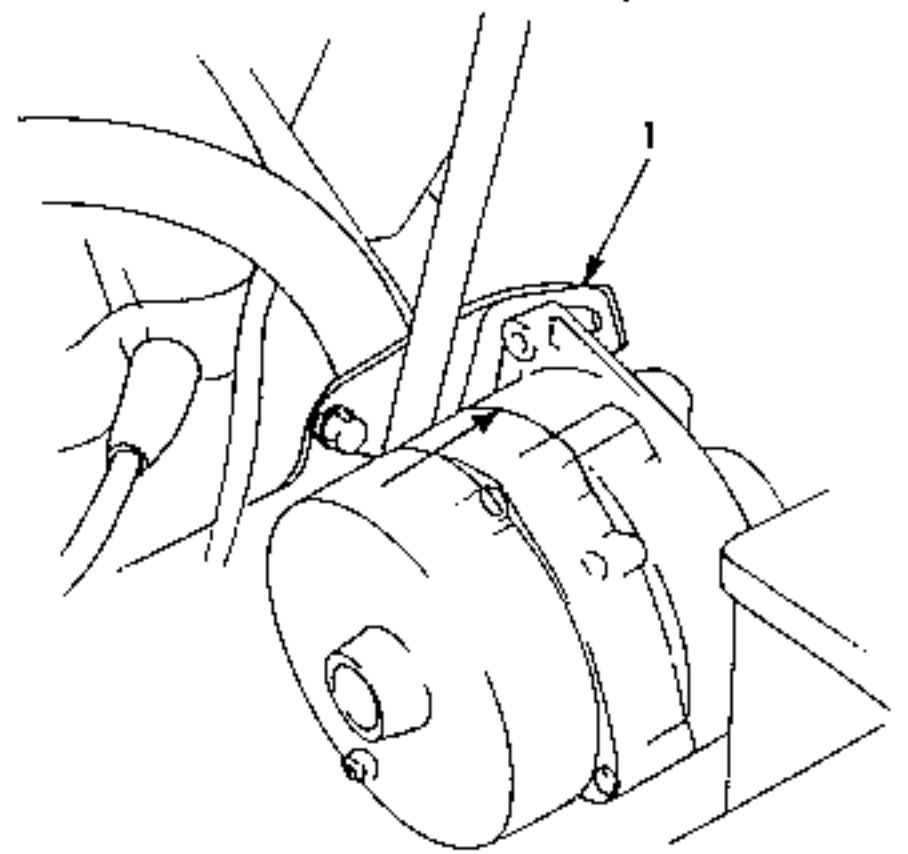

Bild 36
- Einen kräftigen Hebel zwischen die Drehstromlichtmaschine und den Motor einsetzen, wie es in Bild 36 beim Achtzylindermotor gezeigt ist.